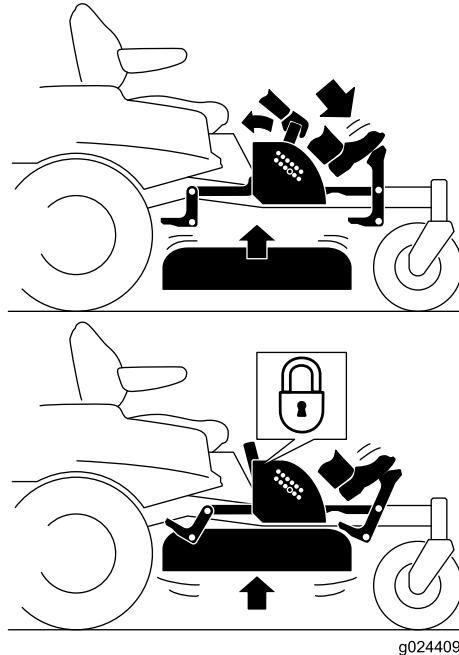

Рисунок 37
- Нажмите педаль подъема деки, чтобы поднять деку; продолжайте нажимать на педаль, пока дека не зафиксируется в транспортном положении (Рисунок 37).
- Нажмите педаль подъема деки ногой и потяните рукоятку транспортного фиксатора назад, чтобы выключить транспортный фиксатор (Рисунок 37).
- Нажмите на педаль подъема деки ногой и потяните рукоятку назад, чтобы выключить транспортный фиксатор (Рисунок 37).